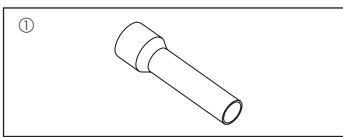

Fig. 1-1
1.6. Принадлежности наружного прибора (Fig. 1-1) (SW160, 200)